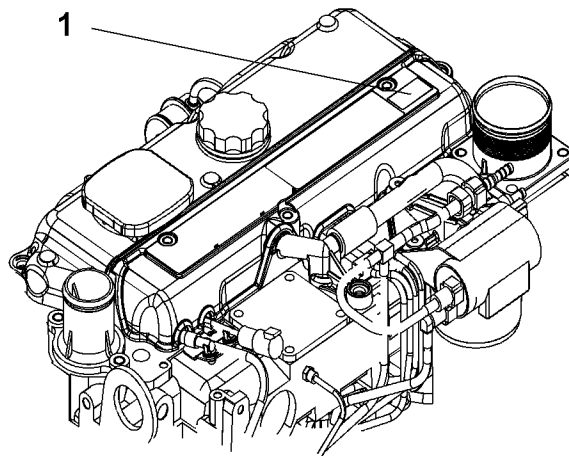

图 2
通用警告标签 (1) 将位于气门机构盖上。参考图 2。
乙醚警告标签 (2) 位于进气歧管盖上。参考图 2。